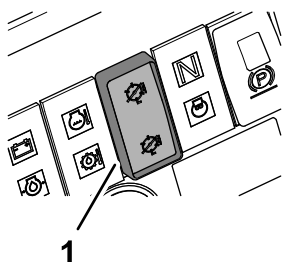

Bild 10
- Um die Mähwerke in Betrieb zu nehmen, drücken Sie die Oberseite des Mähwerk-Antriebsschalters (**Bild 10**).